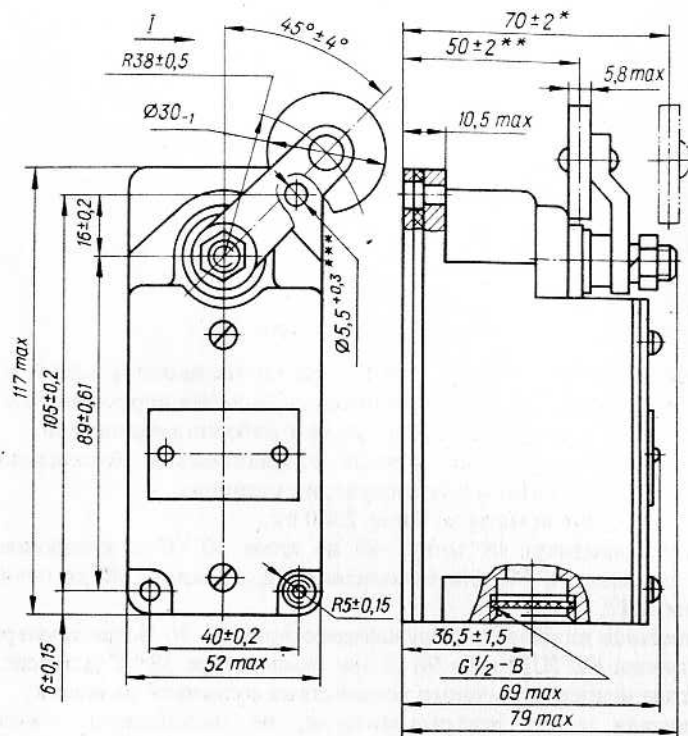
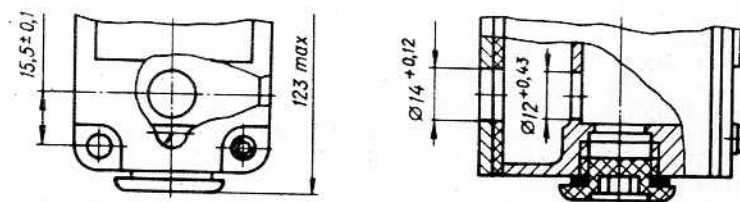
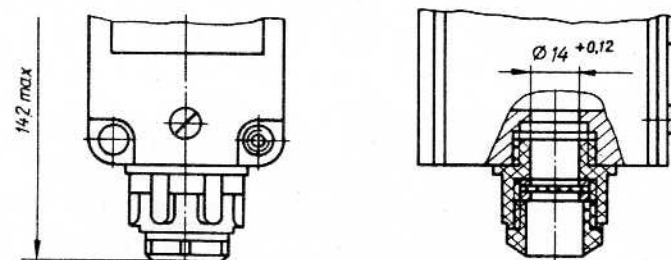

Рис. 1. I – рабочий ход (вправо); *2 ступень; **1 ступень; ***2 отв.
Рис. 4.
Рис. 5.
1.4. Габаритные, установочные и присоединительные размеры выключателей указаны на рис. 1 – 5.
Примечание. В обозначении типоисполнения выключателя ВП – выключатель путевой; буквы Г, Д и Е определяют вид ввода проводников в кожух выключателя: Г – резьбовый неуплотненный ввод (рис. 1); Д – притычный ввод через отверстие в основании выключателя (рис. 4); Е – уплотненный ввод через сальник (рис. 5);